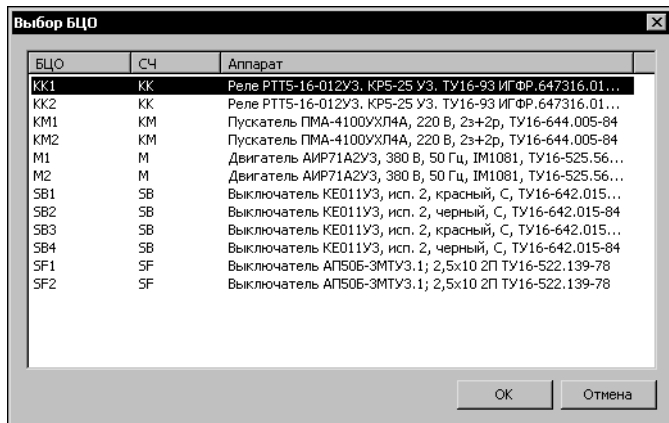

Рис. 22.3. Диалог **Выбор БЦО**
- ▼ Если перед созданием схемы производилось наполнение перечня комплектующих, то позиционное обозначение можно выбрать из списка с помощью кнопки справа от поля ввода позиционного обозначения. После нажатия кнопки на экране откроется диалог **Выбор БЦО** (рис. 22.3). Укажите БЦО аппарата и нажмите кнопку **ОК**.